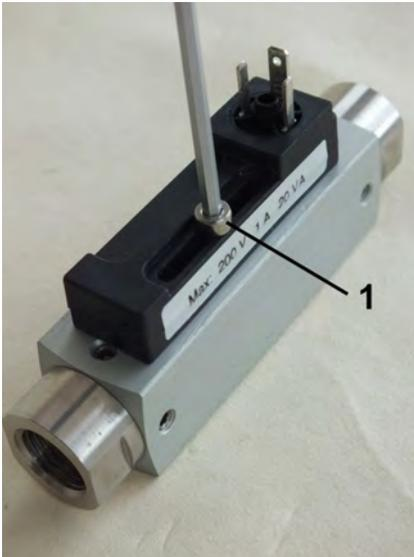

Abb. 55: Feststellschraube Schaltkontakt
3. ➤ Feststellschraube (Abb. 55/1) des Schaltkontaktes mit einem Sechskant-Schraubendreher herausdrehen und entfernen
7. ➤ Feststellschraube (Abb. 55/1) einführen und leicht anziehen damit sich der Schaltkontakt noch leicht verschieben lässt
9. ➤ Feststellschraube (Abb. 55/1) wieder festdrehen, dabei Schrauben-Anziehdrehmoment beachten (☞ Kapitel 11.1 „Anziehdrehmomente“ auf Seite 74)